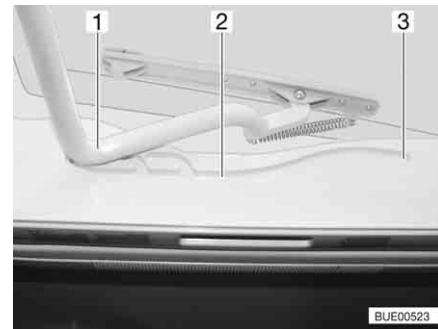

Fig. 110 Oblò Heki, guida
- Tirare la staffa (Fig. 110,1) nelle guide (Fig. 110,2) fino alla posizione più all'indietro (Fig. 110,3).
- Spingere la staffa (Fig. 110,1) leggermente verso l'alto con ambedue le mani.
- Tirare la staffa nelle guide (Fig. 110,2) fino alla posizione desiderata.